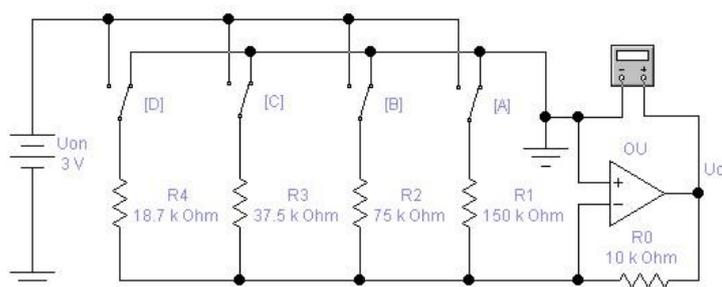

Рисунок 1 – ЦАП с весовыми резисторами
Наиболее простой ЦАП с весовыми резисторами (рис. 1) состоит из двух узлов: резистивной схемы (матрицы) на резисторах R1...R4 и суммирующего усилителя (ОУ ОУ с резистором обратной связи R0). Опорное напряжение Uоп (3 В) подключается к резисторам матрицы переключателями D, C, B и A, управляемыми одноименными клавишами клавиатуры и имитирующими преобразуемый код. Выходное напряжение Uо измеряется мультиметром. Такой ЦАП относится к устройствам прямого преобразования.
Если все переключатели замкнуты на "землю", как показано на рис. 1, то напряжение на входе и выходе ОУ равно 0 В. Предположим теперь, что переключатель А установлен в положение, соответствующее логической 1. Тогда на вход 01 через резистор R1 подается напряжение 3 В. Рассчитаем для этого случая коэффициент усиления напряжения по формуле:  $K = R_0/R_1 = 10000/150000 = 0,066$ . Отсюда получаем, что выходное напряжение  $U_о = 0,066 \cdot 3 = 0,2$  В соответствует двоичной комбинации 0001 на входе ЦАП.
Таким образом, при переходе к каждому очередному двоичному числу, имитируемому ключами, выходное напряжение ЦАП увеличивается на 0,2 В. Это обеспечивается за счет увеличения коэффициента усиления напряжения ОУ при подключении различных по сопротивлению резисторов. Если бы в схеме на рис. 11.1 мы подключили только один резистор R4 (с помощью переключателя D), то тем самым установили бы коэффициент усиления  $K = 10000/18700 = 0,535$ : при этом выходное напряжение ОУ составит около 1,6 В. Если все переключатели в схеме на рис. 1 установлены в положения, соответствующие логическим единицам, выходное напряжение ОУ равно  $U_{оп} = 3$  В, поскольку коэффициент передачи в этом случае становится равным 1.
Схема ЦАП на рис. 1 имеет два недостатка: во-первых, в ней сопротивления резисторов изменяются в широких пределах, во-вторых, точность преобразования невысока из-за влияния конечного сопротивления транзисторных ключей в открытом и закрытом состояниях.
1. Собрать схему, приведенную на рис. 1.
2. Рассчитать коэффициент усиления напряжения ОУ и выходное напряжение ЦАП в схеме на рис. 1 для случая, когда в положение, соответствующее логической единице, установлен только переключатель С. Результаты расчета проверьте на модели.